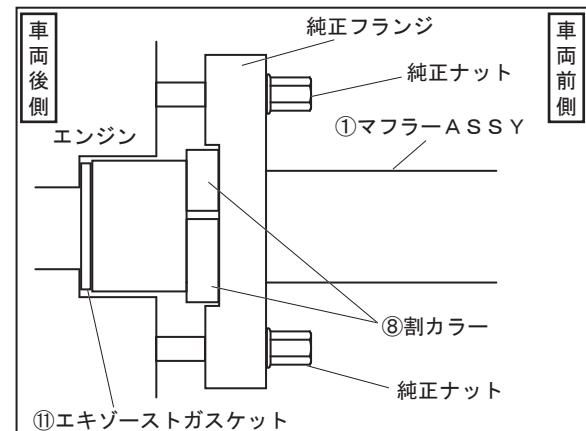

FIG. 2
5. 純正マフラーからフランジを外して①マフラーASSYのエキゾーストパイプにを通して下さい。
次に①マフラーASSYをエンジンの排気ポートに取り付け、⑧割カラー、純正ナットを使用して仮締めして下さい。 (FIG. 2 参照)